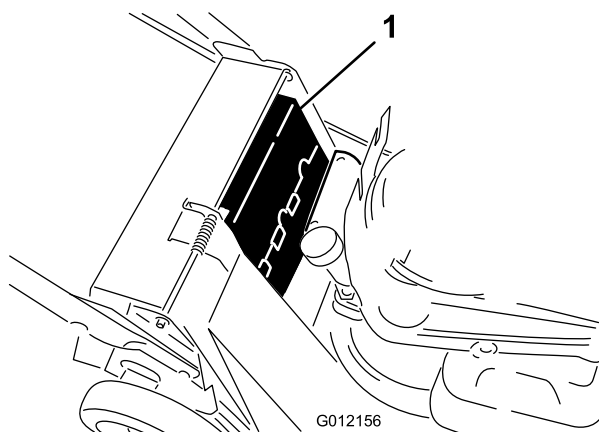

Figura 29
6. Retire la cubierta superior de la correa (Figura 29).